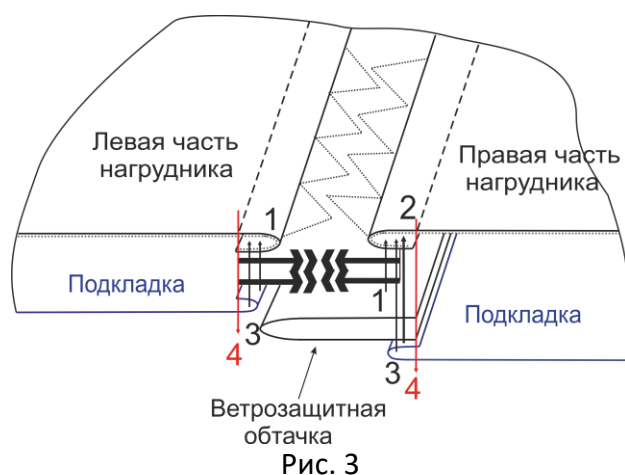

Рис. 3
24. Втачайте застёжку «молния» по среднему срезу передней части комбинезона (Рис. 3, строчка 1).
26. Притачайте ветрозащитную обтачку к припуску шва притачивания тесьмы «молния» к правой центральной части нагрудника (Рис. 3, строчка 2).
30. Притачайте подкладку нагрудника к припускам шва притачивания молнии к центральной части (Рис. 3, строчка 3). Приутюжьте.